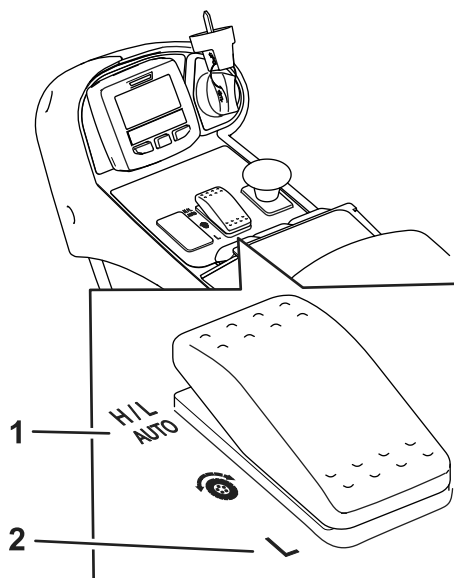
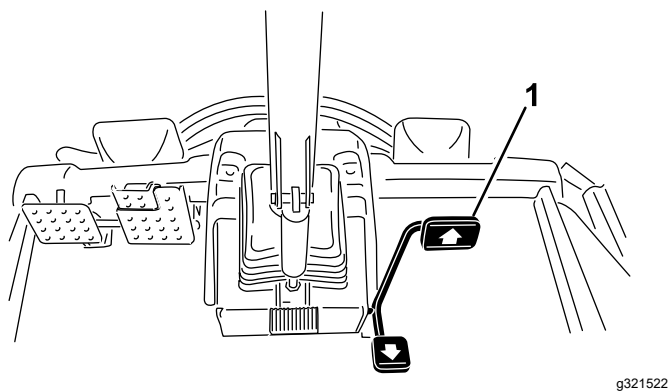

Рисунок 27
Рисунок 28
- В нормальных рабочих условиях машину следует эксплуатировать при положении переключателя диапазона скоростей H/L AUTO (ВЫС./НИЗК. – АВТОМ. РЕЖ.) (Рисунок 27). Это положение позволяет машине автоматически переключаться между диапазонами низких и высоких скоростей в зависимости от ее применения для скашивания или транспортировки.
- При выборе положения переключателя диапазона скоростей Low (Низкий) (Рисунок 27) машина всегда будет работать в диапазоне низких скоростей. Эту настройку предпочтительно использовать в мастерской, при погрузке на прицеп и выгрузке с прицепа, при движении вверх по крутым склонам или при любых других операциях, когда нежелательно применять более высокие значения скорости тягового привода диапазона высоких скоростей.
Данная машина имеет 2 диапазона скоростей тягового привода: низкий и высокий. Можно выбрать перечисленные ниже положения переключателя диапазона скоростей (Рисунок 27).
Эта функция позволяет установить максимальную скорость машины при нажатии педали до упора вперед (Рисунок 28). Отдельно можно установить максимальные значения скорости для диапазонов низких и высоких скоростей (Рисунок 27).